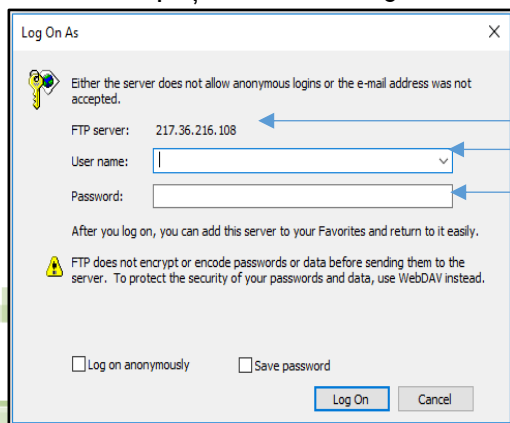
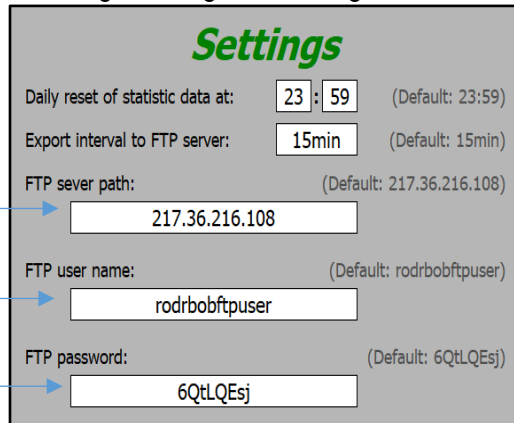

Fig. 31. Logare FTP server
Fig.32. Date necesare logării
- FTP username și FTP password reprezintă datele necesare logării pe server-ul FTP, care se introduc în spațiile albe din Fig. 31. Datele necesare logării se găsesc în Fig.32.